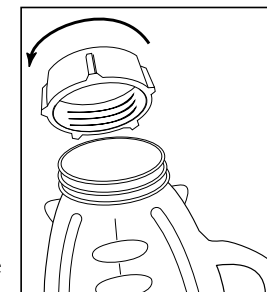

FIGURE 4
5. Enclencher la bague dans l'anneau de fixation. Mettre la bague par-dessus de la bague, les aligner avec les crans du récipient. (Remarque : S'il y a des rainures sur le dessus de la bague, aligner-les avec les crans du récipient.) Mettre la bague sur le récipient et visser l'anneau de fixation dans le sens des aiguilles d'une montre pour bien la fixer. (Figure 4)